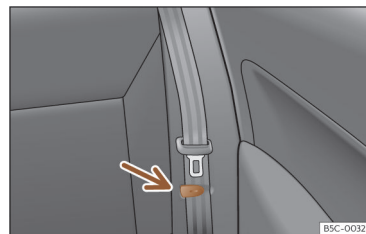

Fig. 89 Asiento trasero: pinza para sujetar el cinturón de seguridad.
- Coloque los cinturones de seguridad laterales en la pinza del revestimiento >>> **fig. 89**.